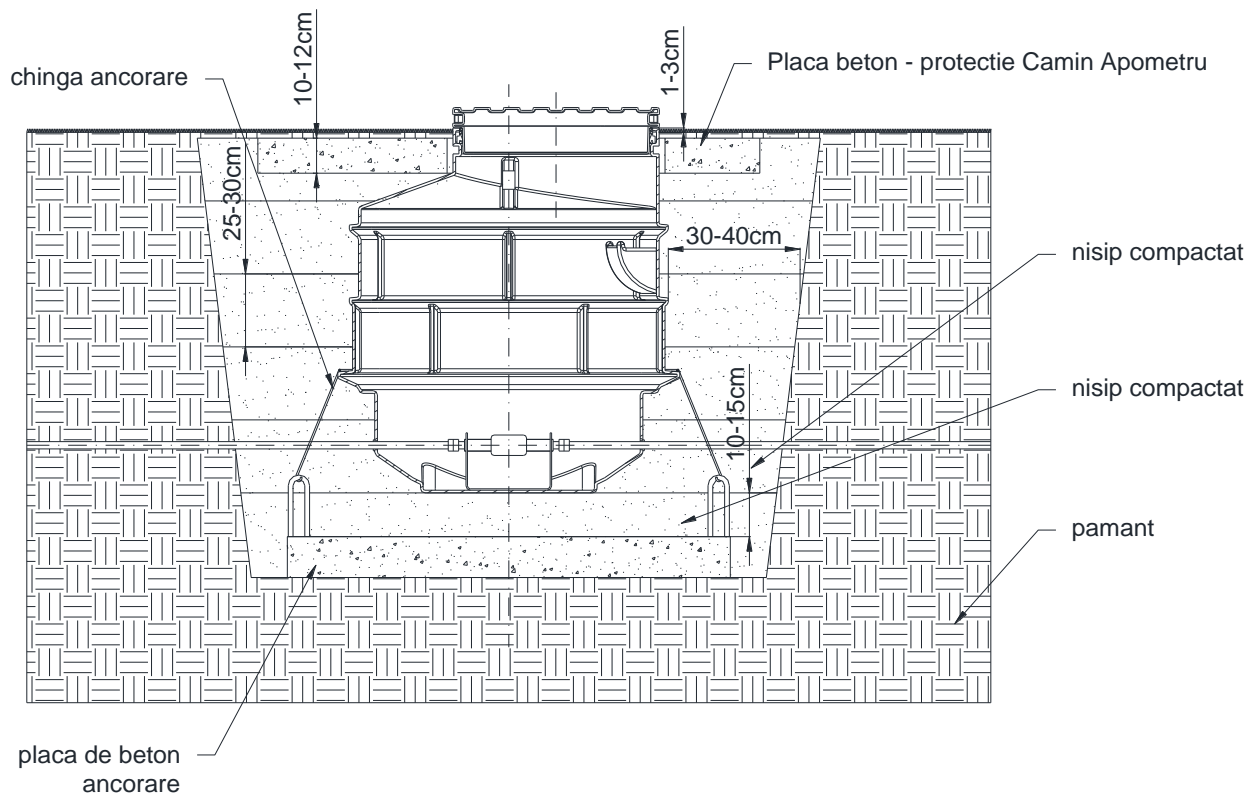

Fig.4
3.8. In cazul in care caminul se va monta in zone in care nivelul panzei de apa freatica este la mica adancime (deasupra nivelului bazei caminului) se procedeaza conform fig. 4 astfel: